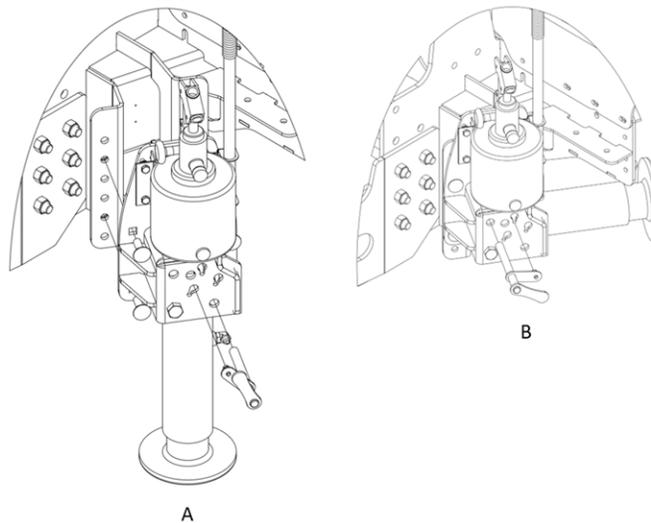

рисунок 9 — Силовой гидроцилиндр в рабочем (А) и походном положении (В)
4. Сложите стойку силового гидроцилиндра и закрепите ее горизонтально в точке опоры (В, рисунок 9).
2. Установите силовой гидроцилиндр вертикально и опустите его (А, рисунок 9).